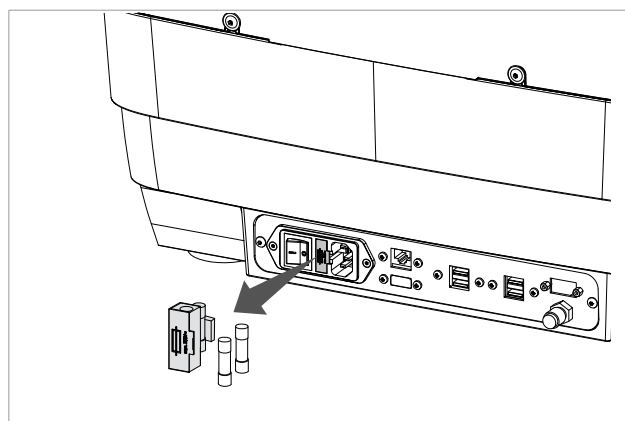

Fig. 143
- 2) Haal met behulp van een schroevendraaier het zekeringenvak uit het stopcontact (Fig. 143) verwijder de zekering en vervang hem indien nodig.